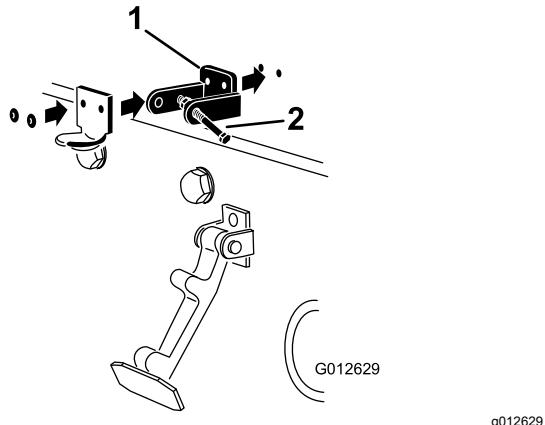

図 7
3. CE 用ロックブラケットとフードラッチブラケットの取り付け穴をそろえて、フードの上に位置決めする。ロックブラケットをフードに当てて取り付ける図 7。ロックブラケットアームからボルトナットアセンブリを外してしまわないこと。
5. ブラケットとワッシャをフードにリベットで固定する図 7。